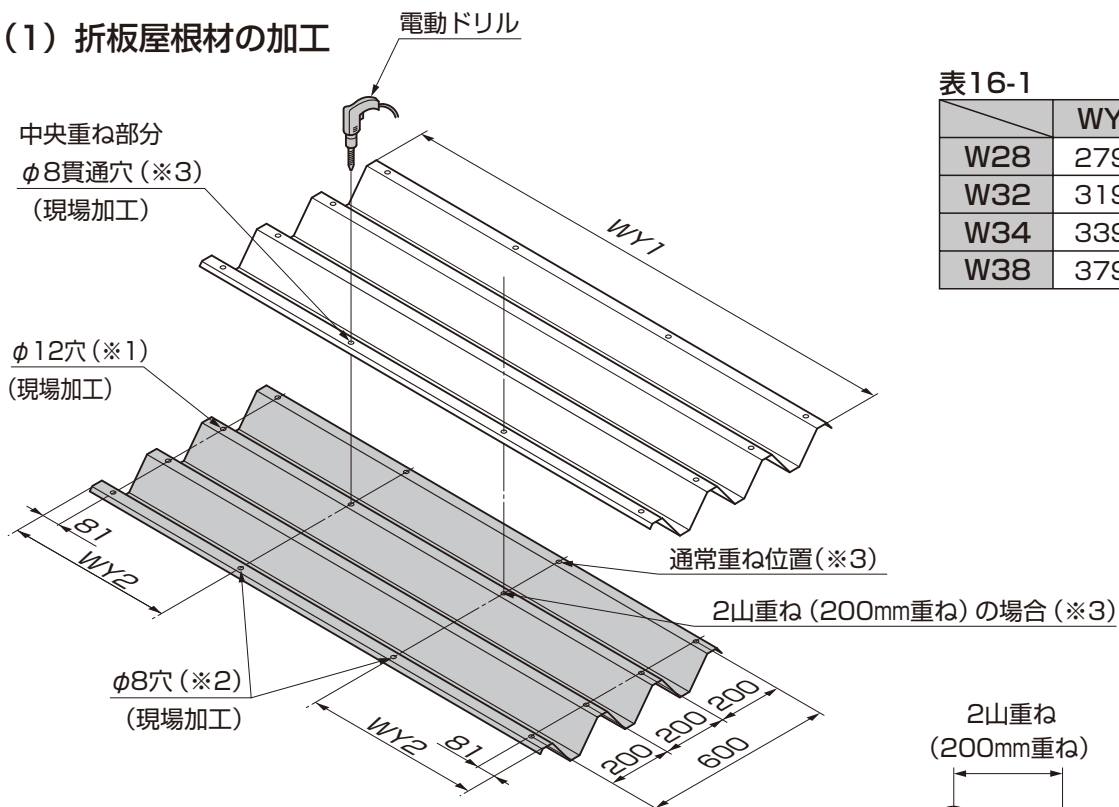

図16-5 折板幅と
- ①折板屋根材の両端部に片側4ヶ所ずつ、合計8ヶ所φ12の穴（※1）をあけてください（図16-5参照）
- ②折板屋根材と折板屋根材を重ね合わせて、折板屋根材の中央部（※2）（※3）に等間隔で2ヶ所、φ8の下穴をあけてください。（図16-5参照）